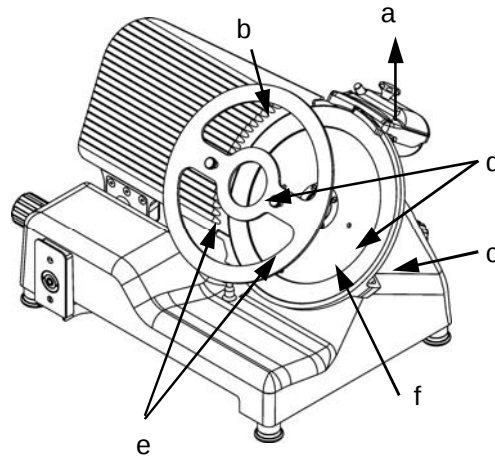

Abb. 50
3. die drei oder vier Schrauben (Abb. 50 Detail f), je nach Modell, die das Schneideblatt blockieren abschrauben;
5. Die Löcher (Abb. 50 Detail d) des Schneideblatts müssen mit den zwei Drehbolzen (Abb. 50) der Maske zusammenpassen, dazu das Schneideblatt solange drehen bis diese Position erreicht wird;
2. Die Schleifvorrichtung (Abb. 50 Detail a) abnehmen und mit dem graduierten Drehgriff das Segel entsprechend öffnen, um die Maske (Abb. 50 Detail b) auf das Schneideblatt setzen zu